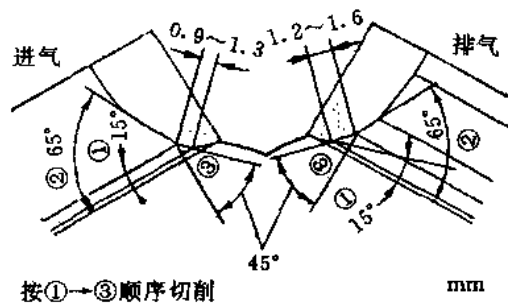
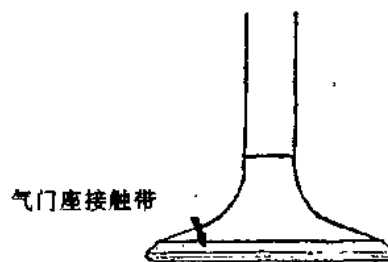
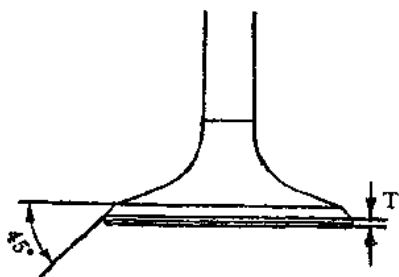

图 1-10
图 1-11
图 1-12
(1) 校正气门座:应在更换气门导管后进行,按图 1-10 所示,先用气门座铣刀加工至图示的尺寸,再与气门进行研磨,直至与气门全圆周接触为止,可用涂色检查,如图 1-11 所示。
(2) 更换气门座:当气门座不能用校正法校圆时,可采用更换气门座法,但必须在专业厂进行。
(3) 若气门的磨损严重,其头部厚度 T ,如图 1-12 所示,超过使用极限,或气门杆身过度磨损或变形,均应更换新气门,气门杆外径和气门头部厚度的标准值及使用极限见表 1-4。